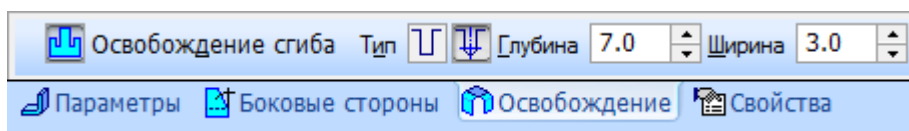

Рисунок 50.
5. Открываем вкладку «Освобождение» и нажать кнопку «Освобождение сгиба», в группе «Тип» нажмем кнопку «Скругленное». В полях «Глубина» - **7мм** и «Ширина» - **3мм** (рисунок 50).